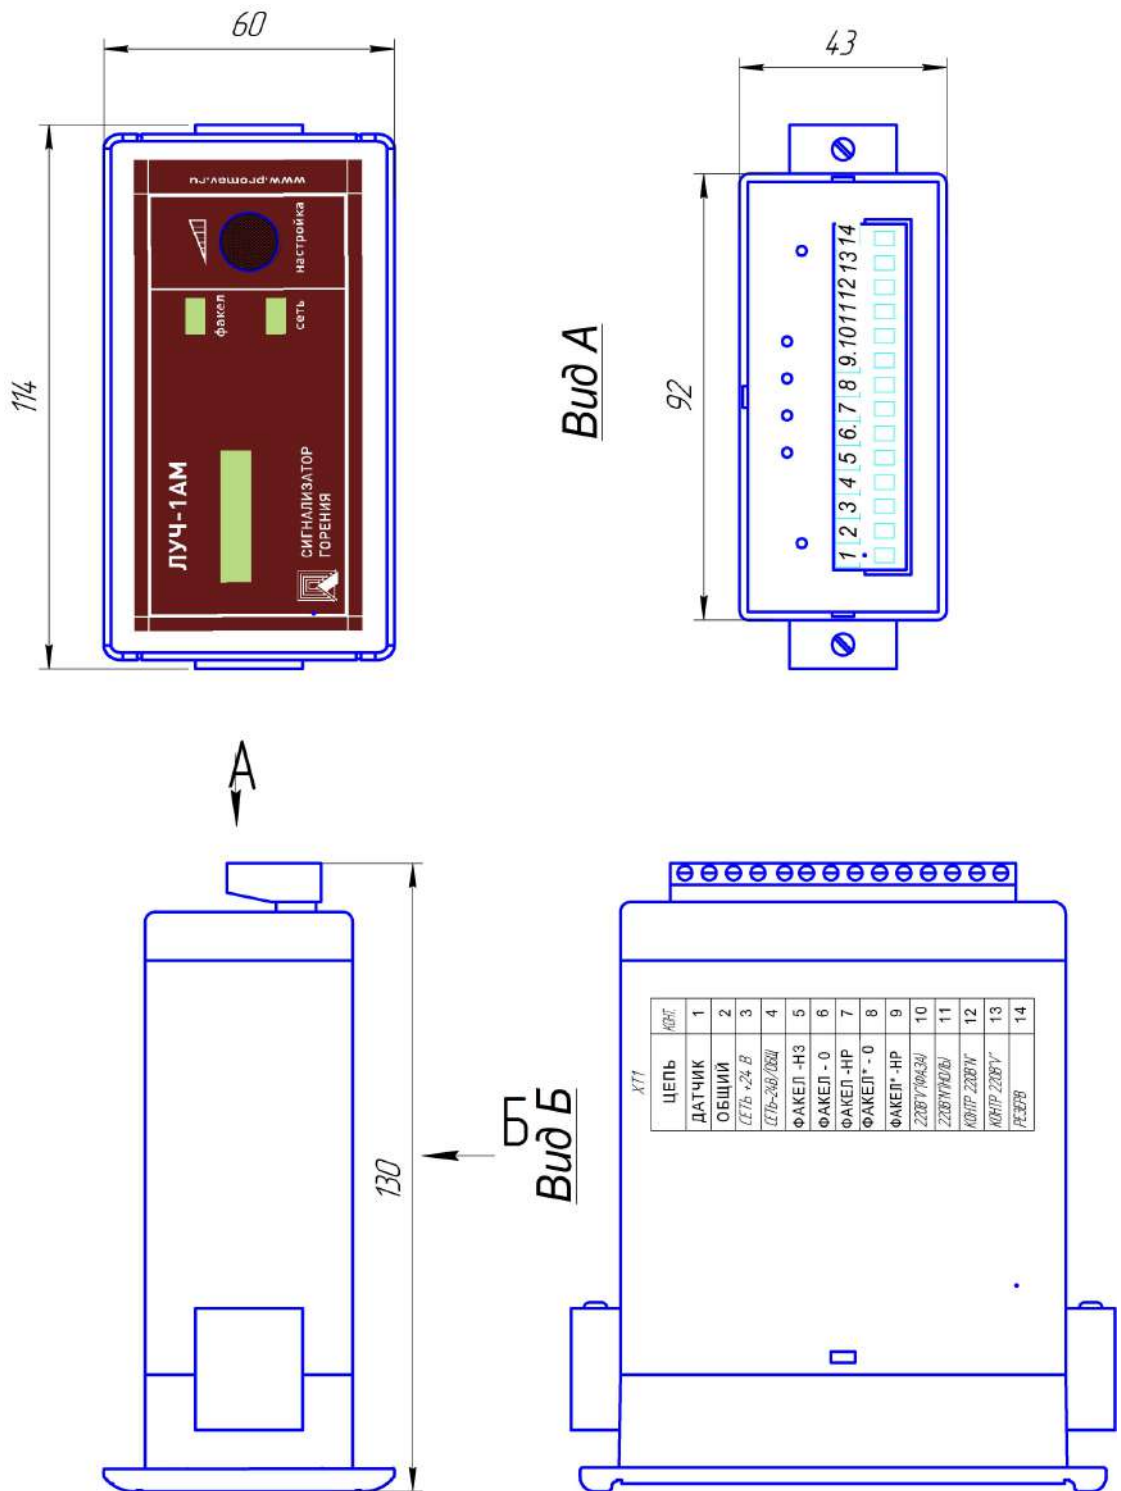

Рис.1.1. Сигнализатор ЛУЧ-1АМ исп. 021
- Рис. 1.1. Сигнализатор ЛУЧ-1АМ исп. 021 Габаритный чертеж.